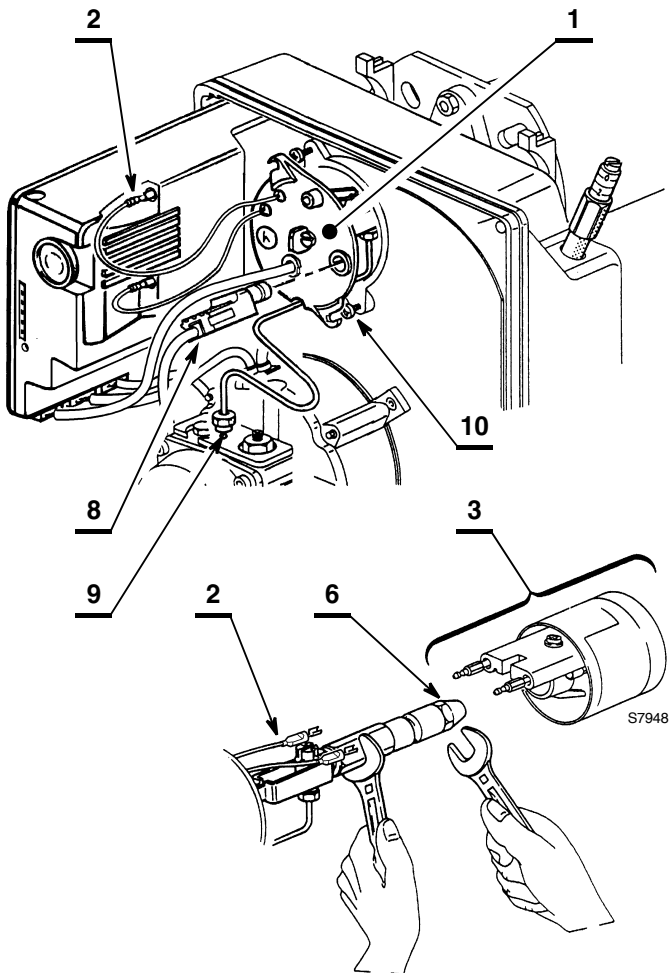
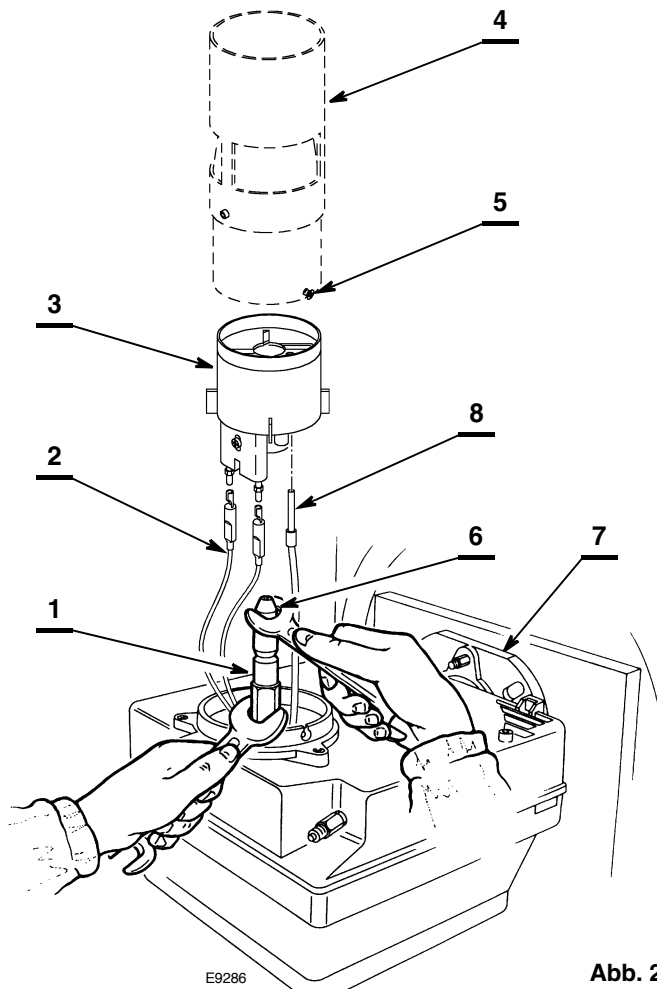

Abb. 21
Abb. 23
Der Zutritt zur Düse, zur Stauscheibe und zu den Elektroden kann auf zwei verschiedene Weisen erfolgen, siehe Abb. 21 und Abb. 23:
- Die Drähte 2) (Abb. 21) vom Steuergerät herausziehen, den Photowiderstand 8) abnehmen und die Mutter 9) von der Pumpe abschrauben.
- Den Brenner am Flansch 7) (Abb. 23), einhängen, die Schrauben 5) lockern, dann die Flammrohrgruppe 4) herausziehen.
- Die Düse 6) auswechseln und korrekt anschrauben; diese anziehen wie auf Abb. 23 gezeigt.